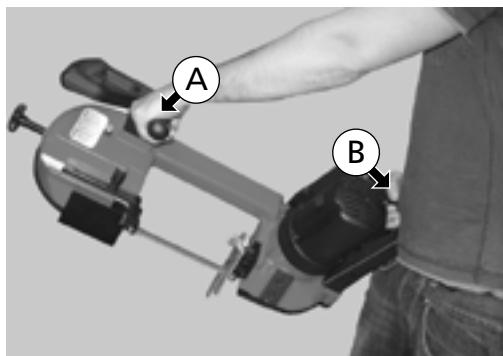
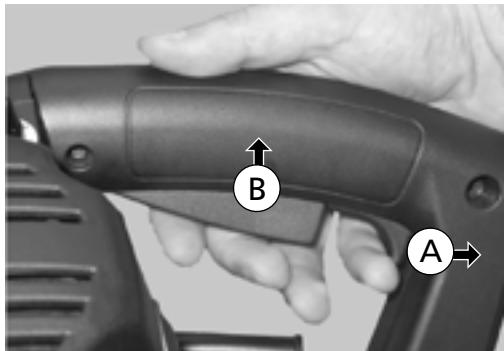

Abb. 42
Abb. 43
Um einen Handschnitt mit der Bandsäge als portables Gerät durchzuführen, den oberen Griff mit der linken Hand erfassen und den unteren Griff mit der rechten Hand (siehe Abb. 42).
Elemente auf Abb. 42
Die Bandsäge wie bereits in der Abb. 42 dargestellt festhalten und zuerst den Entsperrschalter (A) nach hinten und dann den Einschalter (B) nach oben drücken. Die beiden Schalter befinden sich am unteren Griff (Abb. 43).
Elemente auf Abb. 43
Die Bandsäge wie bereits in der Abb. 42 dargestellt festhalten und zuerst den Entsperrschatzler (A) nach hinten und dann den Einschalter (B) nach oben drücken. Die beiden Schalter befinden sich am unteren Griff (Abb. 43).